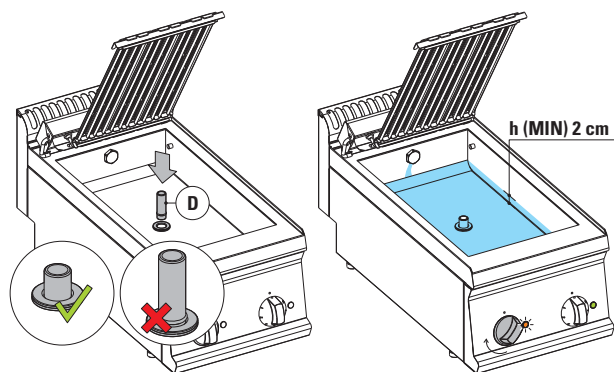

рис.3
- Установить водослив | **D** | рис.3 до дна.
- Вновь установить водослив | **D** | рис.3.